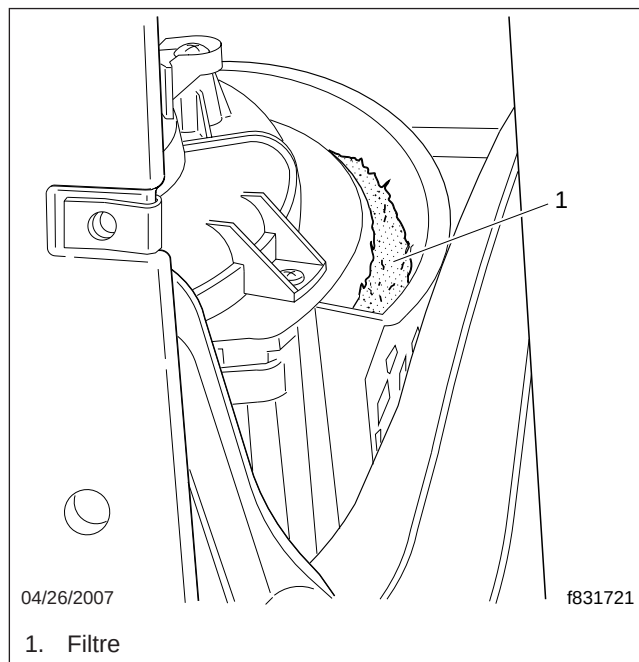

Fig. 9, Retrait du filtre
3. Sortez le filtre du logement. Voir la figure 9.